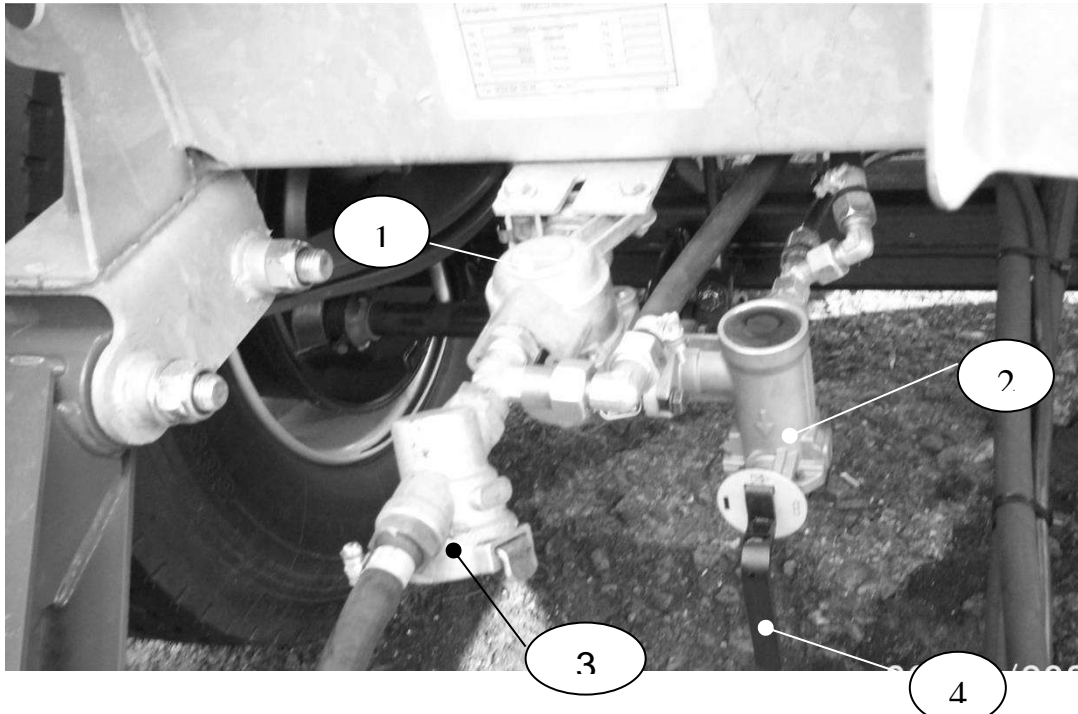

Рис. 5 Распределительный кран с регулятором тормозной силы и воздушным фильтром
2.1.12 Пневматическая тормозная система прицепа двух контурная однопроводная. Состоит из головки соединительной, рукавов высокого давления, воздушного фильтра (рис.5, поз. 3), воздухораспределителя, регулятора тормозной силы (поз. 2), ресивера и тормозных камер.
Система соответствует всем требованиям безопасности, предъявляемым к тормозным системам. На распределительном кране тормозная система имеет регулятор тормозной силы (рис.5 поз.2). для регулировки эффективности тормозов. Рычаг регулятора тормозной силы (поз.4) имеет 4 фиксируемых положения 1/1, 1/2, 0, .